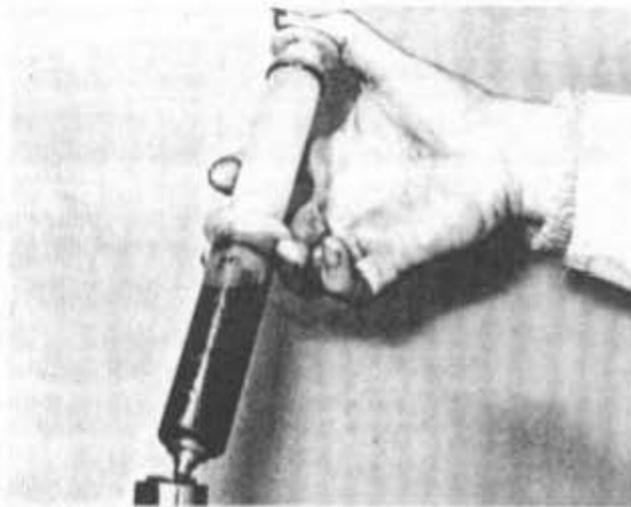

Bild 234
- Ölablassschrauben einsetzen und festziehen. Jeden Gabelholm mit 160 cm3 Dämpferöl befüllen (Bild 234). SUZUKI empfiehlt die Verwendung eines Dämpferöls, welches sich je zur Hälfte aus Motoröl SAE 10W/30 und ATF (Automatic Transmission Fluid) zusammensetzt. Das Befüllen der